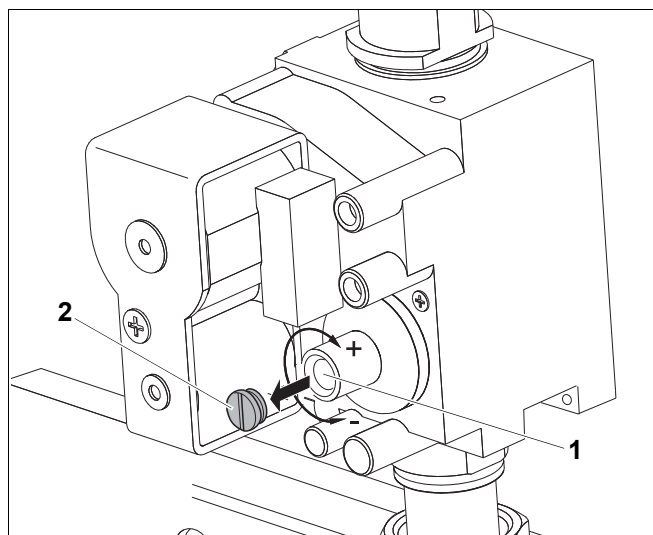

Рис. 49 Газовая арматура "SIT" 840 Sigma
- Снять защитный колпачок (Рис. 49, поз. 2; возможно опечатан) на регулировочном винте давления на форсунках (Рис. 49, поз. 1, сверху). Отрегулировать давление на форсунках поворотом винта в направлении плюс или минус (Рис. 49, поз. 1, внизу).